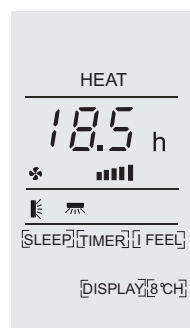

Figura 2, Timer oprit la pornire
4. Un exemplu pentru Timer-on (temporizator pornit) este afișat în Figura 1, Timer-off (temporizator oprit) în Figura 2